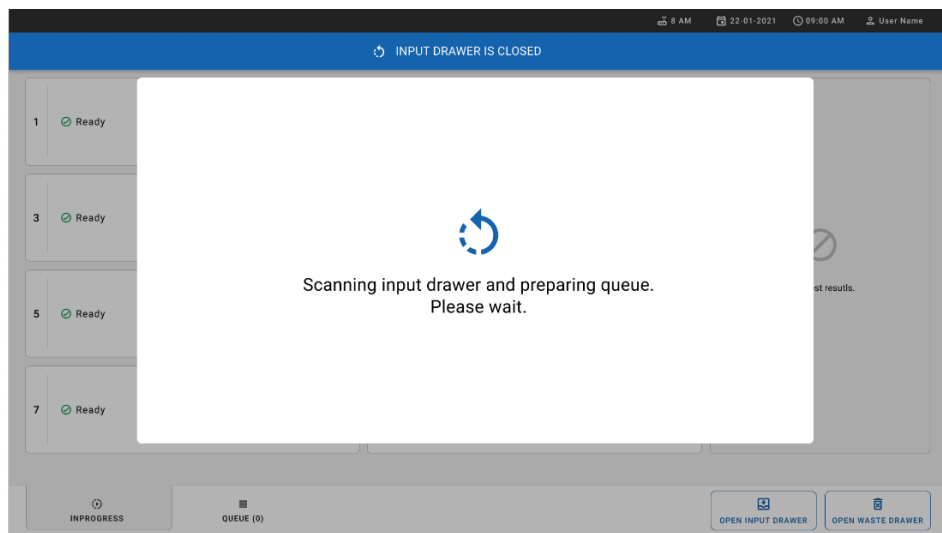

图 29. 编制队列屏幕。
14. 扫描并插入所有试剂盒后，关闭进样抽屉。系统会扫描试剂盒并编制一个队列（图 29）。